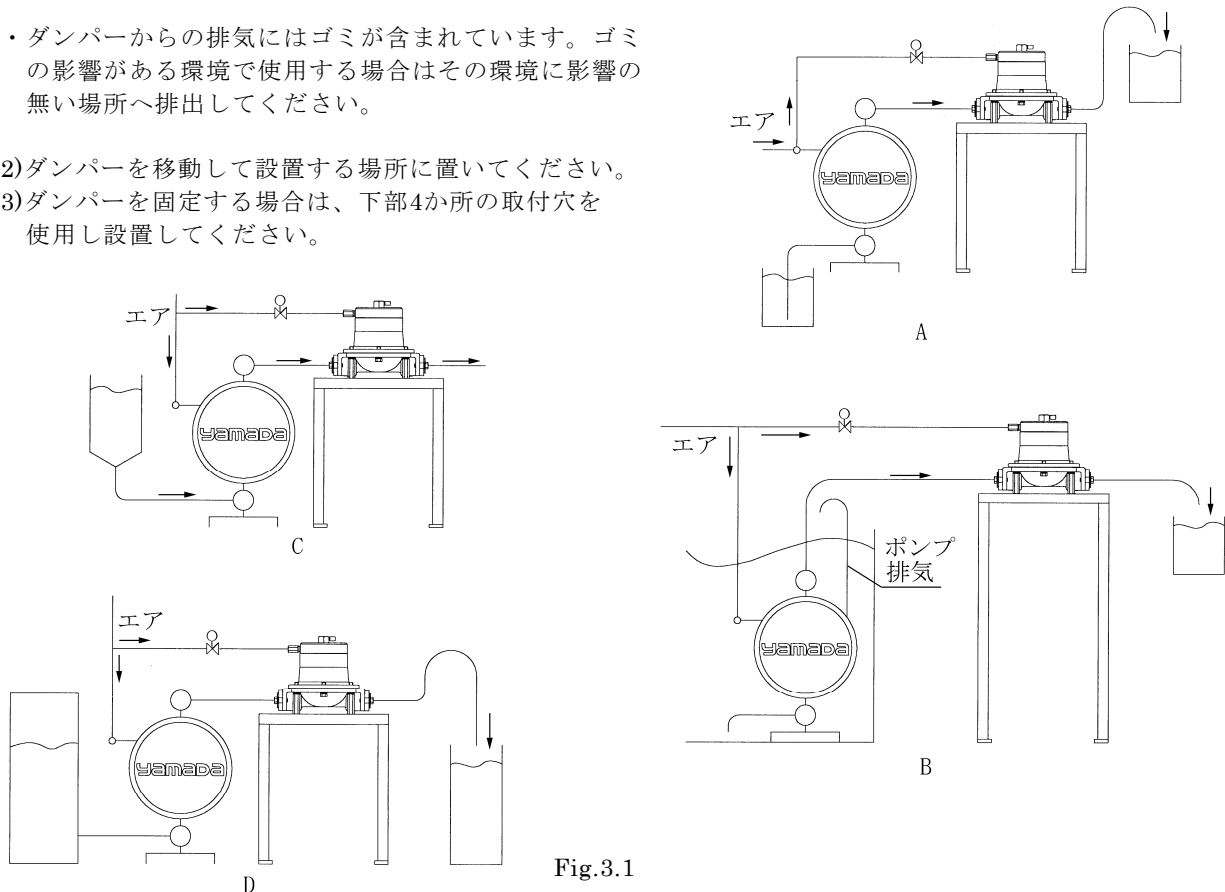

Fig.3.1
- 1) Fig.3.1を参考にダンパーを設置する適切な場所を検討してスペースを確保してください。